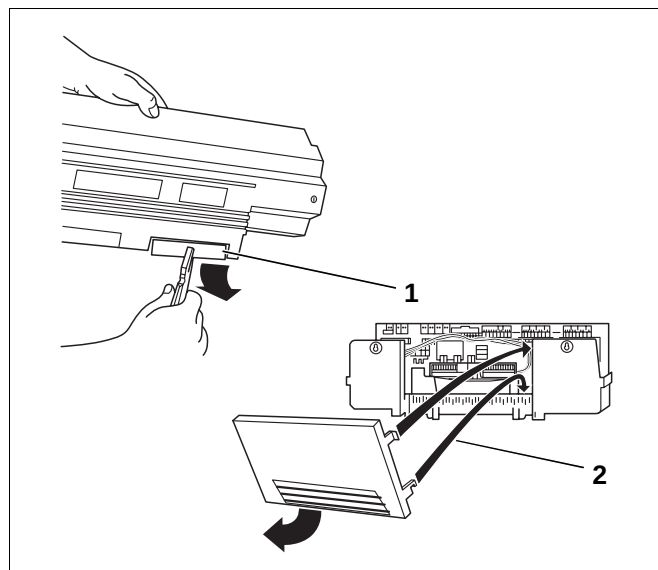

Fig. 59 Forberedelse – kabelgjennomgang
- Brekk om nødvendig ut avbrekkingsdelene (fig. 59, **pos. 1**) i bakveggen til kabelgjennomgangen (Logamatic 33..) hhv. ta av bakveggdelen (Logamatic 43..) (fig. 59, **pos. 2**).
- Heng den nedre haken i bakveggdelen (Logamatic 43..) på klemmerammen og trykk oppe til hakene på siden smetter på plass (fig. 59, **pos. 2**).